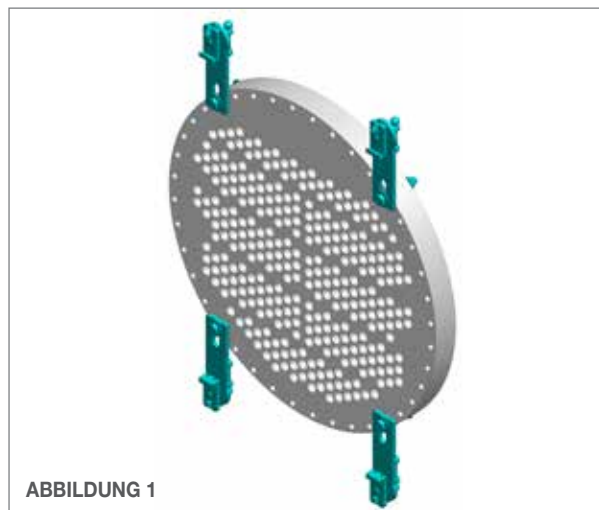

ABBILDUNG 1
1. Montieren Sie die entsprechenden **Schnellspannvorrichtungen für die Positioniervorrichtung** am Rohrbündel wie auf der vorangegangenen Seite abgebildet. (in Abbildung 1 mit Schnellspannvorrichtungen und Schlitzen dargestellt). Die Schnellspannvorrichtungen für die Positioniervorrichtung müssen waagrecht in Richtung der Rohrreihen ausgerichtet sein. **(Abbildung 1)**